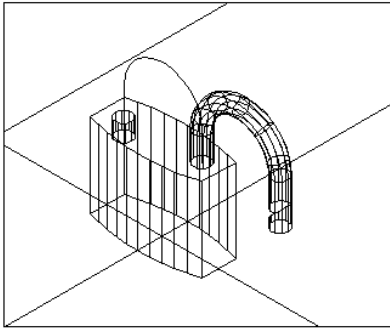
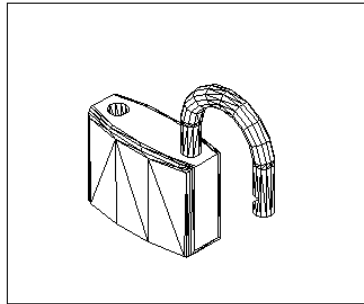

图 14-33
图 14-34
(21) 旋转处理。执行 `modify`→`3D Operation`→`3D Rotate` 命令。将上述锁柄绕着右边的圆的中心垂线旋转 180° ，结果如图 14-33 所示。
(22) 差集处理。单击  按钮，在锁体上打孔。
(23) 单击  按钮或者在命令行直接输入 `fillet`，对锁体四周的边进行圆角处理，圆角半径为 10。
(24) 单击  按钮或者在命令行直接输入 `hide`，结果如图 14-34 所示。